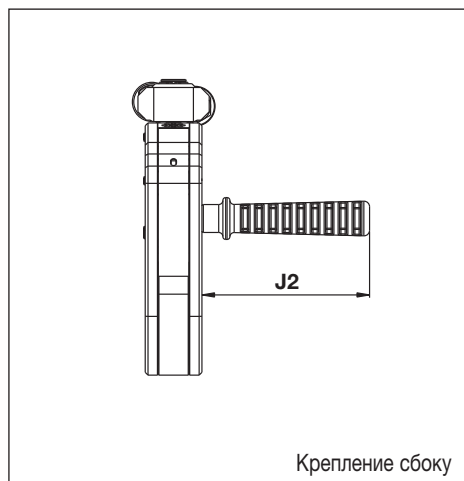

Рис. 26
6.1.4 Размеры, прямая установочная рукоятка серии SWH (рис. 26 - опция)